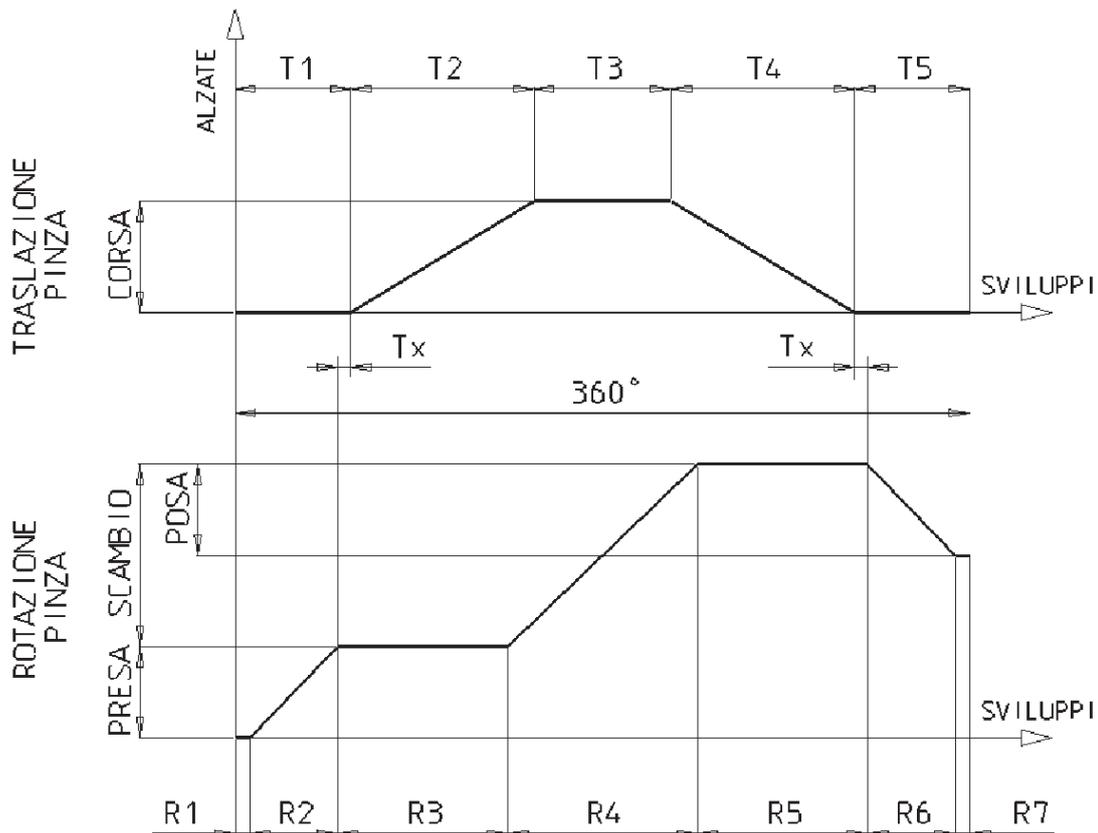

Fig. 3 - Sequenza del ciclo di cambio utensile.
**NB:** Il tempo di scambio è influenzato anche dal tempo di blocco/sblocco utensili nel mandrino che deve avvenire nel tempo "Tx" previsto dal ciclogramma di movimento (par. 5 - Fig. 3). Per questo motivo i tempi in Fig. 9 sono da considerare indicativi e possono ridursi anche di molto quando venga studiato e realizzato un VTC ottimizzato per le caratteristiche di una specifica M.U.